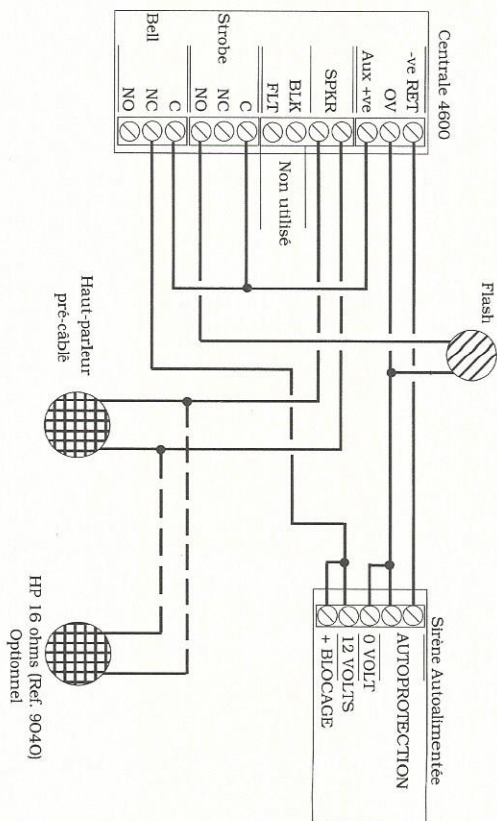

Fig. 2 Branchements de la sirène, du flash et du haut-parleur
- Branchez la sirène extérieure, le flash et le haut-parleur optionnel selon la fig. 2.